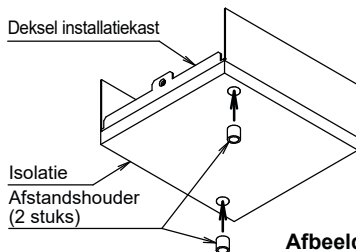

Afbeelding 2
- II. Installeer de adapterprintplaat op de installatiekast met behulp van de printplaatsteunen (4 stuks) (zie Afbeelding 2).